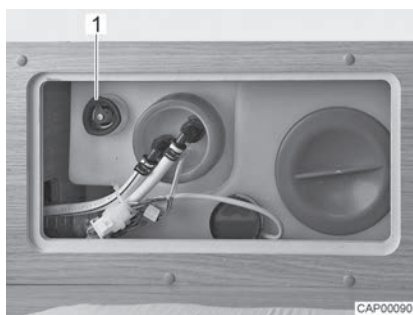

Bild 141 Vattentank med ratt
- Vrid ratten (Bild 141,1) på vattentanken medurs till stoppläget.
- Vrid ratten (Bild 141,1) på vattentanken moturs till motståndet. Vattnet rinner ut tills ca 20 liter är kvar.